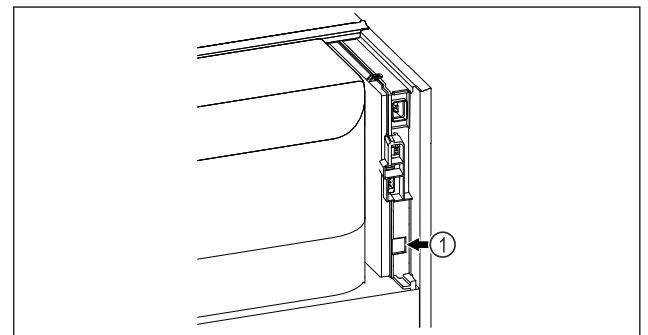

Fig. 97
- Je používán SmartModule Fig. 97 (1).